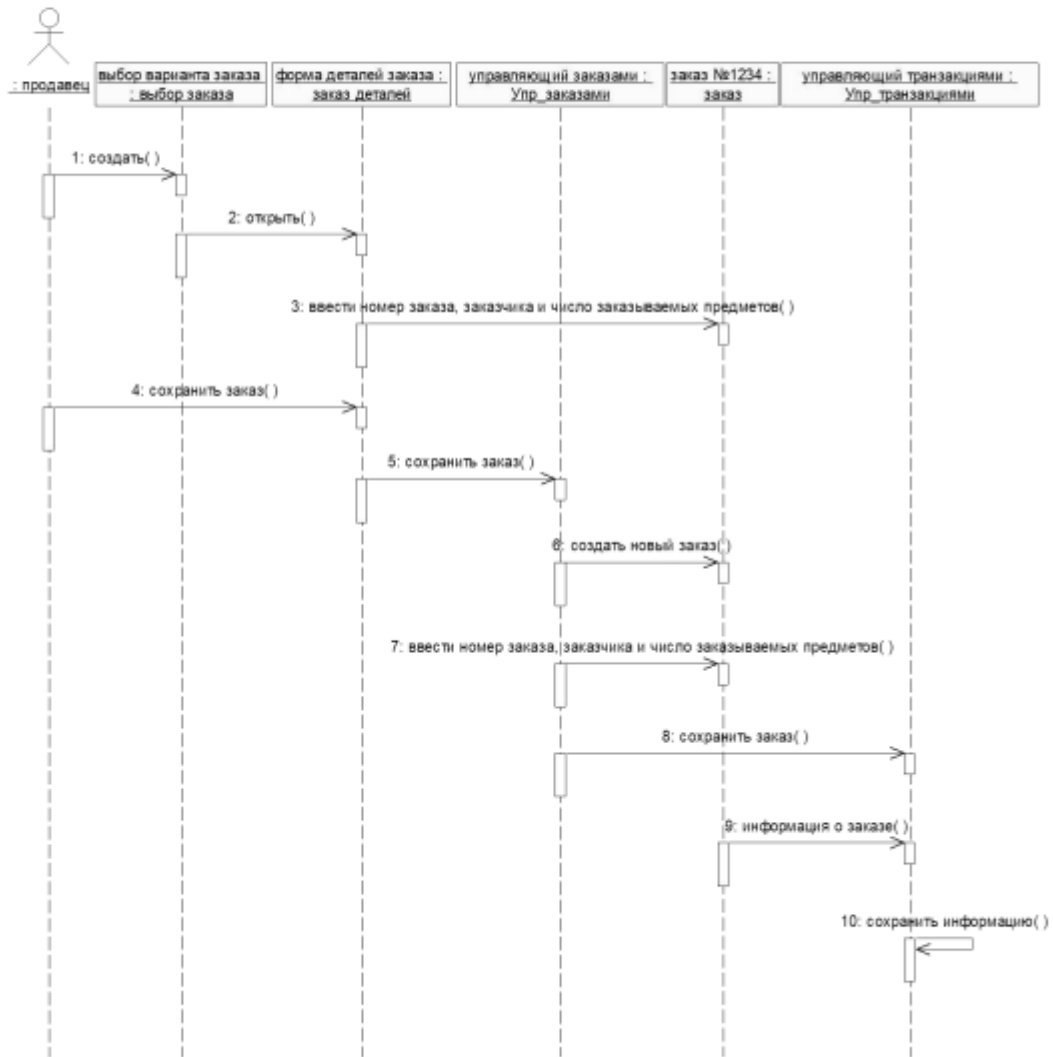

Рис. 3. Окончательный вид диаграммы последовательности
- Диаграмма должна выглядеть, как на рис. 3.